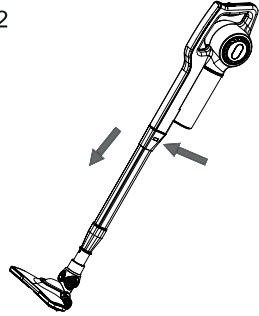

Fig.3
- Introducir la boquilla conector a la boca de aspiración. (Fig. 3)